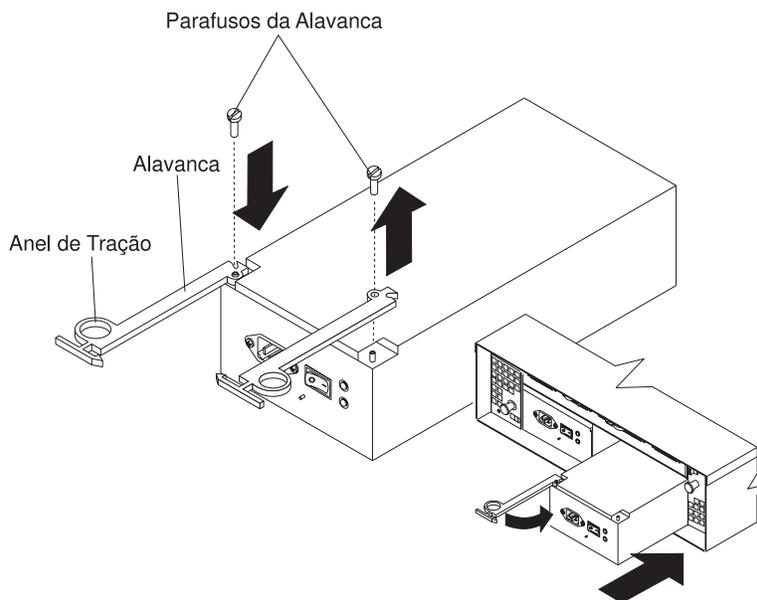

Figura 40. Movendo a alavanca da fonte de alimentação e substituindo a fonte de alimentação de troca a quente com falha
**Nota:** Quando você substituir a fonte de alimentação com falha, certifique-se de que a nova alavanca da fonte de alimentação esteja conectada do lado da fonte de alimentação que está de frente para o meio da unidade de expansão. Se não estiver, remova o parafuso da alavanca, gire a alavanca e aperte o parafuso no lado oposto, conforme mostrado na Figura 40.
- a. Deslize a fonte de alimentação na unidade de expansão. Certifique-se de que a alavanca esteja puxada para fora de modo adequado a medida que você desliza a fonte de alimentação para dentro da unidade de expansão (consulte a Figura 40 na página 46).